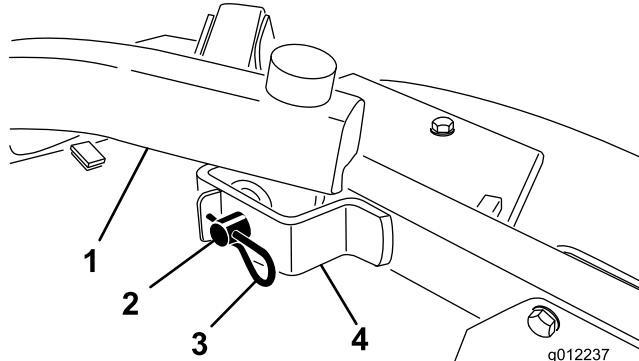

図 24
4. 昇降アームをキャスターームブラケットに固定しているヘアピンコッターとクレビスピンを外す図 24。